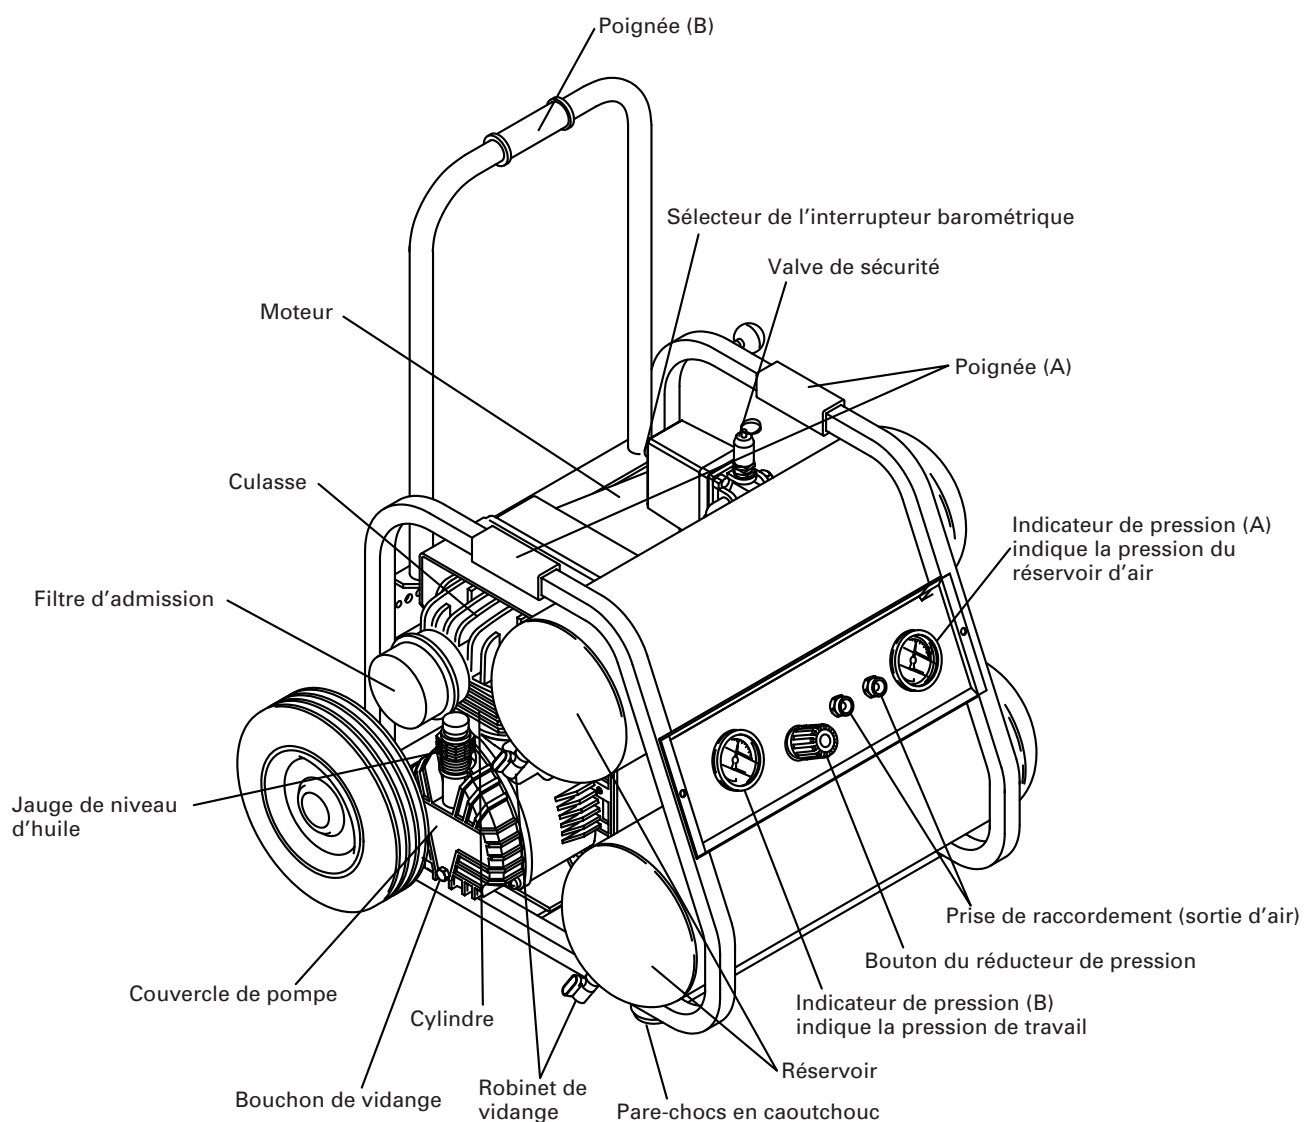
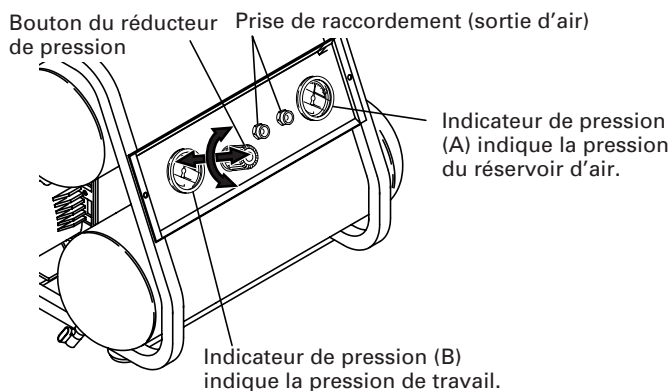
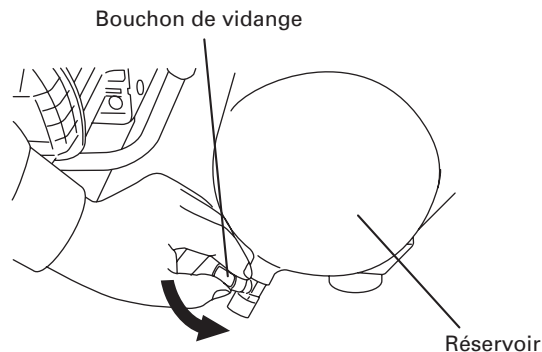

Fig. 1
Fig.7
Fig. 8
Visser le coupleur pneumatique sur la prise de raccordement (Voir Fig. 1 et Fig. 7). La prise de raccordement est d'un diamètre de 3/8". Utiliser un coupleur d'air qui ait la même taille de vis.
REMARQUE: Pour utiliser ou ranger le compresseur, mettre les 4 amortisseurs en caoutchouc sur le sol. (Voir la Fig. 1)
- (1) Ouvrir le robinet de vidange situé à la partie inférieure du réservoir (voir la Fig. 8).
- (2) Insérer la fiche dans la prise.
Déverrouiller le bouton du réducteur de pression en tirant dessus; régler la pression à la valeur désirée en tournant dans le sens des aiguilles d'une montre pour l'augmenter, ou dans le sens opposé pour la diminuer. Un indicateur de pression (B) permet de visualiser quand la valeur désirée est atteinte; pour verrouiller le bouton appuyer à fond dessus (Voir Fig. 7). Lorsqu'on vérifie la pression, bien s'assurer que le manomètre de pression du réservoir a un niveau de pression supérieur à celui de la pression à régler. De même, il faudra impérativement effectuer le réglage en démarrant la pression lentement à partir d'un niveau inférieur à la pression à régler.
- (2) Débrancher la fiche de la source d'alimentation.
- (3) Ouvrir le bouchon de vidange qui se trouve sous la partie inférieure du réservoir (Fig. 8).
- (4) Ouvrir le robinet de vidange et vérifier que la jauge de pression (A) indique 0 PS (0 bar) (voir la Fig. 7 et la Fig. 8).
- (5) Effectuer les opérations (2) à (4) de 1. Démarrage de la page 23 et recommencer. Si le moteur s'arrête toujours pendant le fonctionnement, contacter le service après-vente.
Vidanger le réservoir tous les jours ou toutes les 4 heures d'utilisation. Ouvrir le bouchon de vidange et incliner le compresseur pour vider l'eau qui s'est accumulée (Voir Fig. 8).